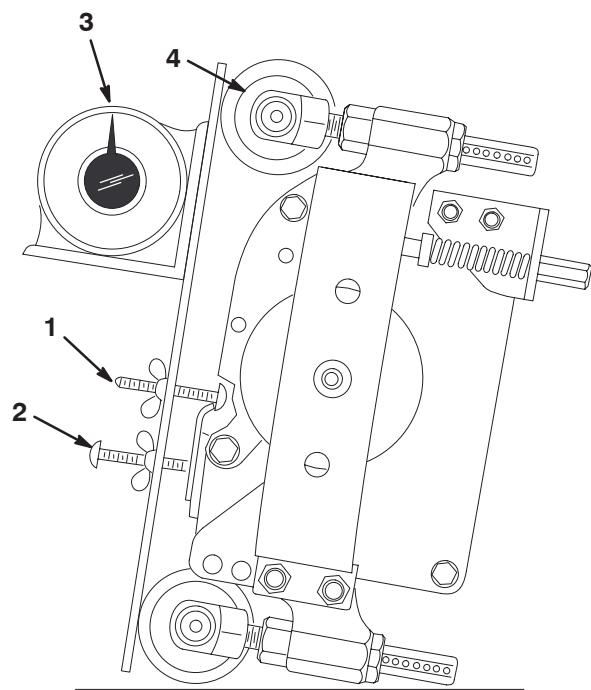

Figure 21
3. Placez le gabarit en travers des rouleaux avant et arrière. La tête de la première vis doit passer parfaitement par-dessus le bord de la contre-lame tandis que le gabarit touche les rouleaux (Fig. 21).
5. Placez un indicateur d'angle sur le gabarit et notez l'angle de ce dernier (Fig. 21).